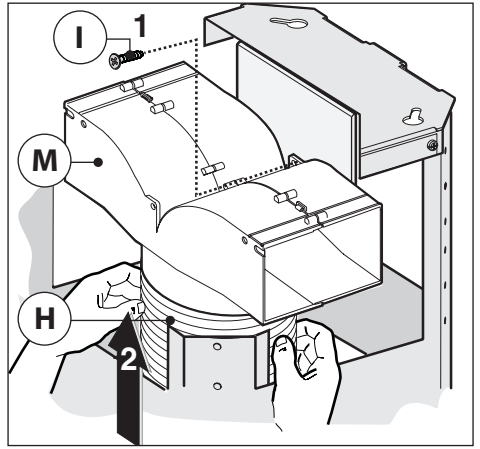

Fig.11
- Forbind flexslangen **H** til deflektoren **M** og stram skruen **I** som angivet i (Fig.11).